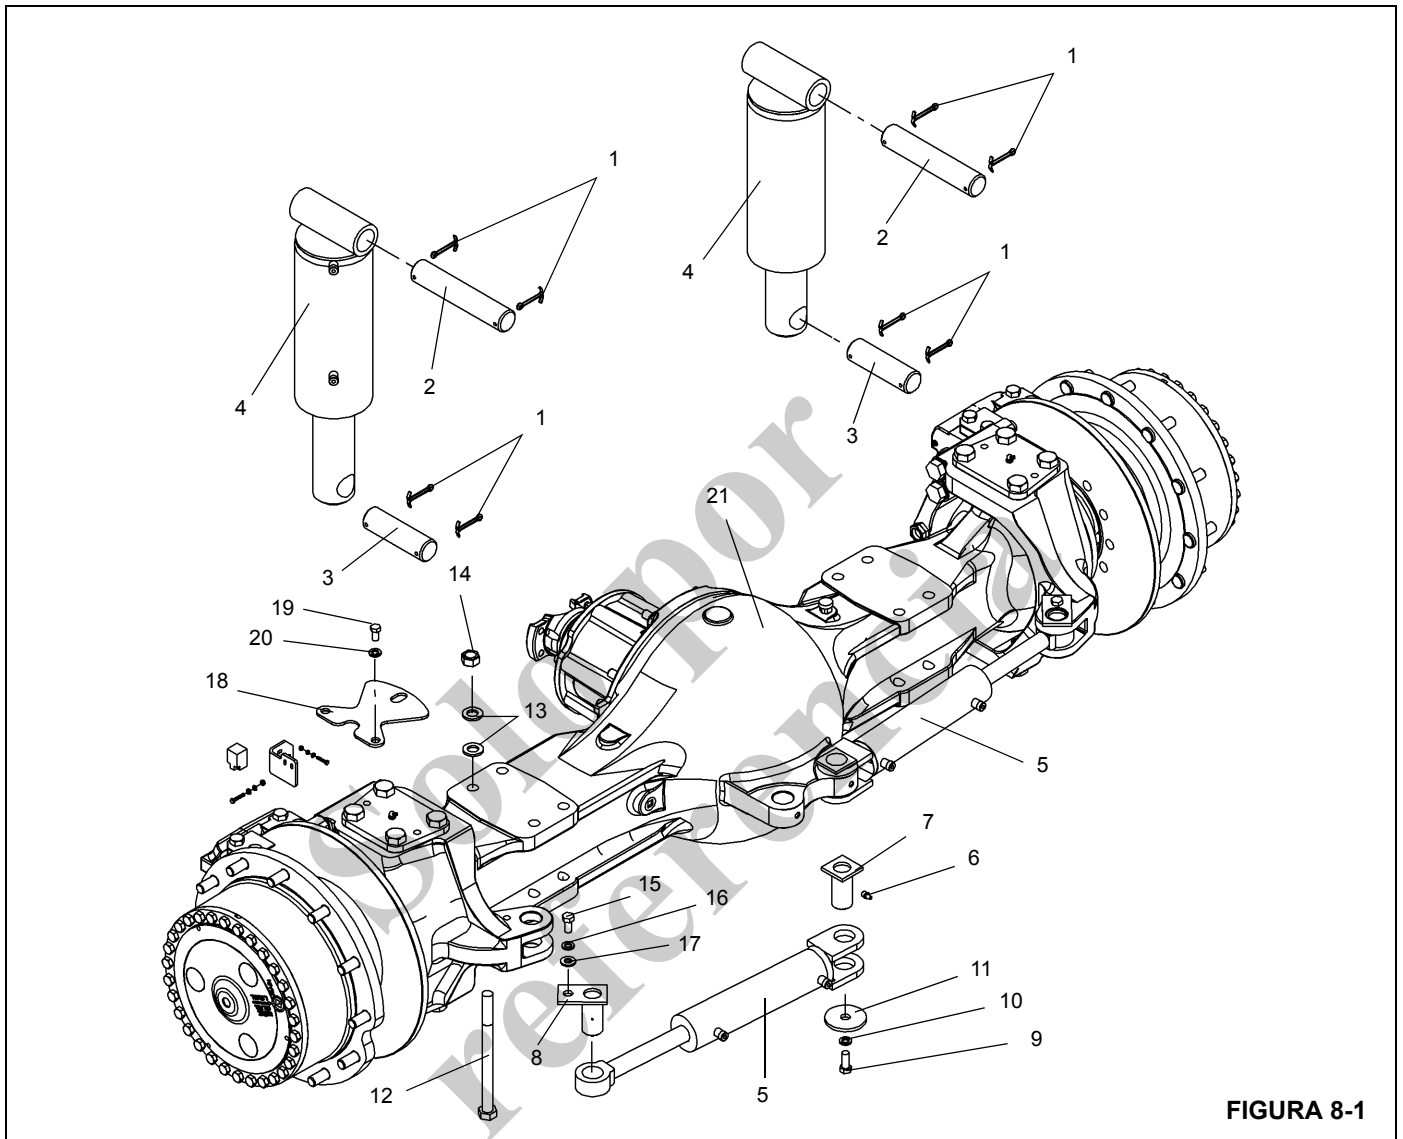
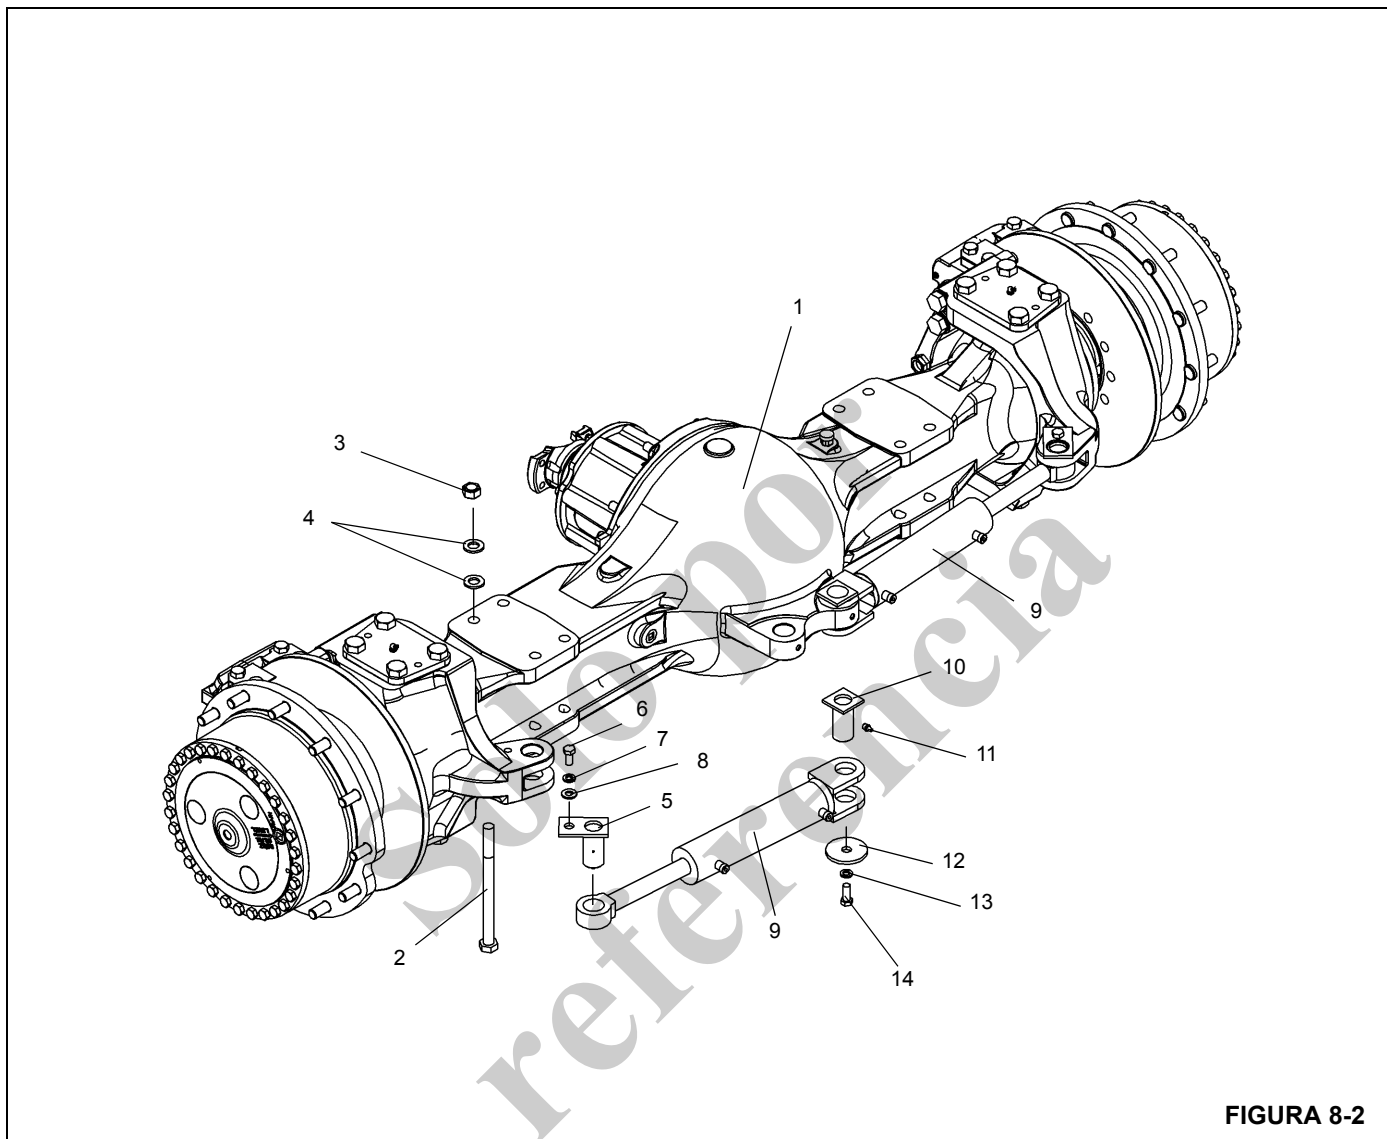

FIGURA 8-1
FIGURA 8-2
9. Saque las ocho tuercas, arandelas y pernos que fijan el eje al chasis/marco Figura 8-1 Figura 8-2.